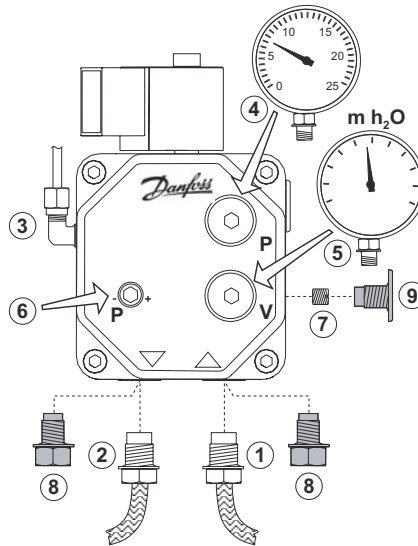

fig. 4b - Bomba Danfoss
**Con bomba DANFOSS** (fig. 4b) - Desenrosque el tapón (9), quite el tornillo de baipás (7) y coloque otra vez el tapón (9). Conecte solo el flexible de aspiración al racor de entrada (1). Desenrosque el tapón (8) del racor de retorno (2) y cierre el racor de la bomba con un tapón adecuado.